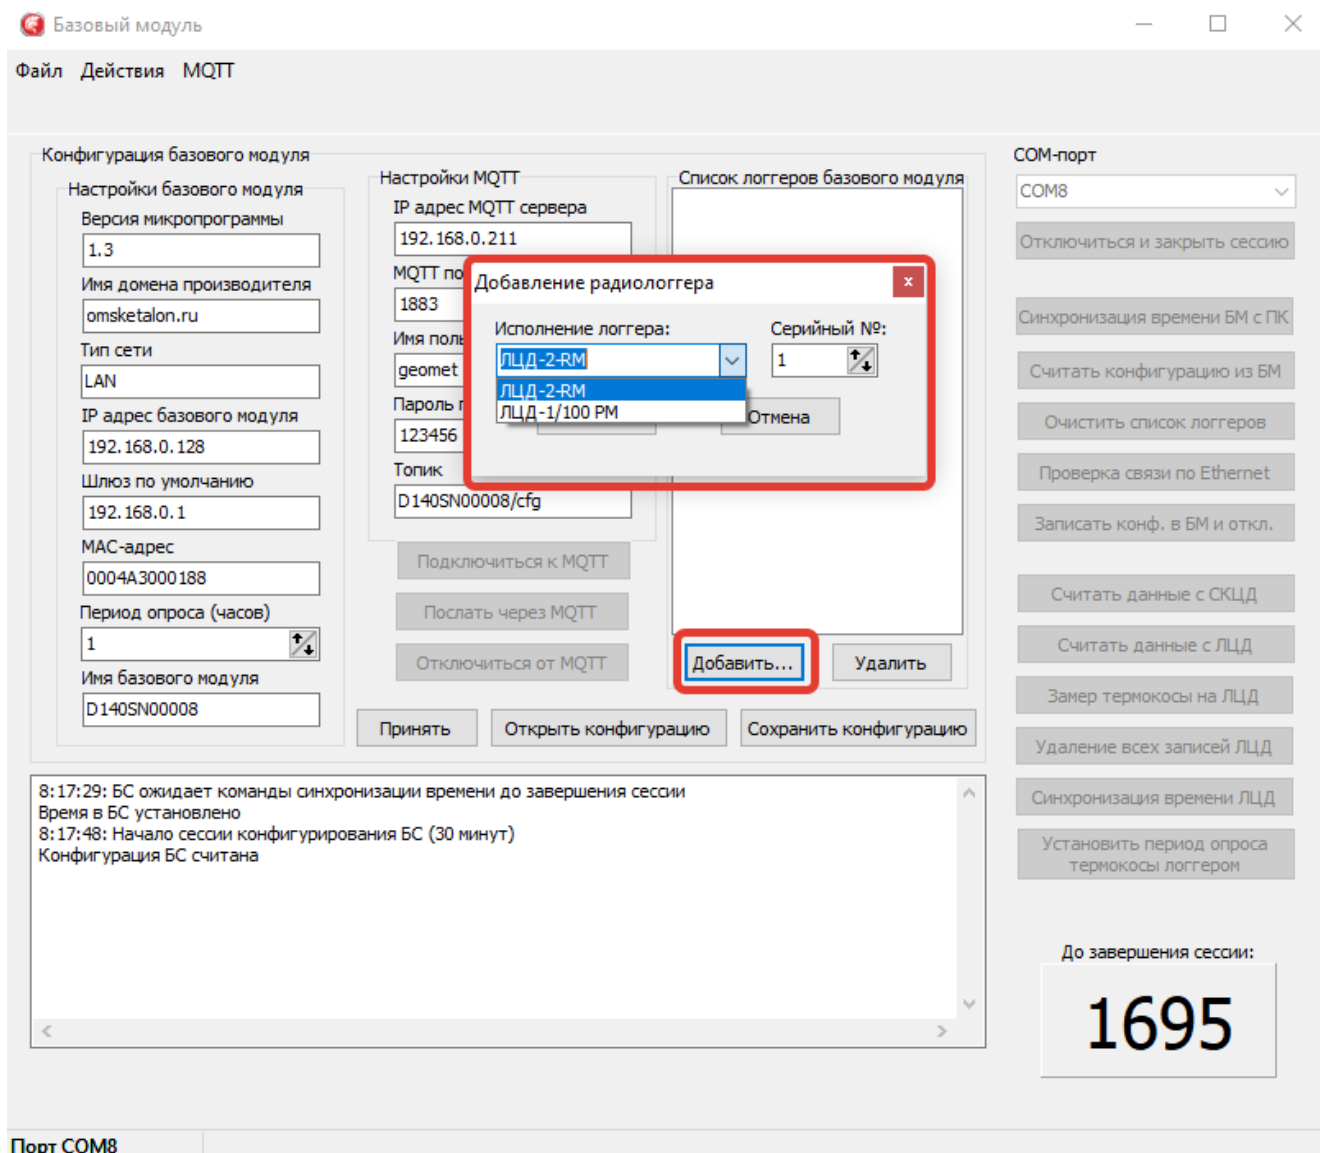

Рисунок 5
2.5.2.12 В поле «Список логов базового модуля» занести логи, которые будут опрашивать ШСПД. Для этого нажать кнопку «Добавить» (рисунок 5), выбрать исполнение логгера и ввести серийный номер логгера (записан в паспорте и на самом логгере).